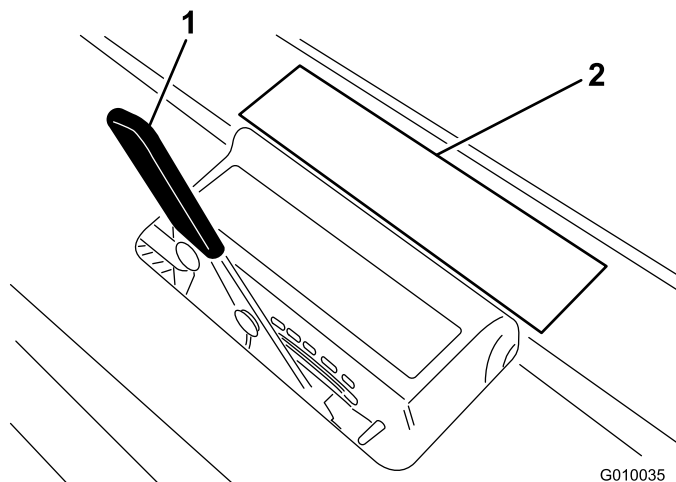

Figura 27
2. Mettete la fustella sull'adesivo di profondità delle fustelle (Figura 27) allineando un'estremità alla profondità di arieggiatura desiderata (fare riferimento alla sovrapposizione della fustella sull'adesivo).